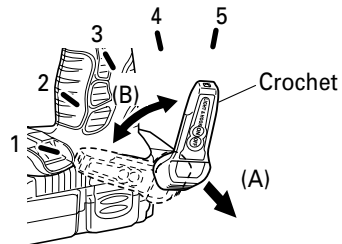

Fig. 5
(1) Ouverture du crochet
- (a) Tirer le crochet vers soi dans le sens de la flèche (A), et le tourner dans le sens de la flèche (B). (Fig. 5)